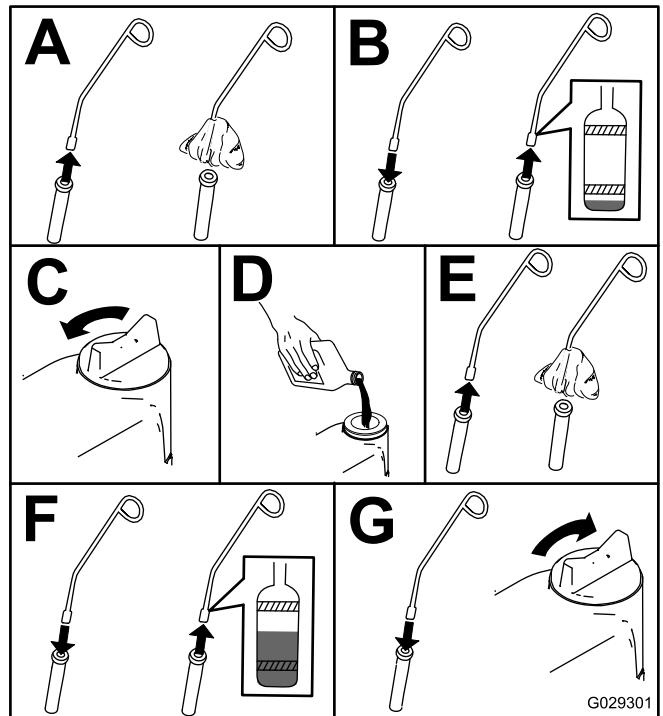

Рисунок 42
- Перевірте рівень масла двигуна як показано в Рисунок 42.